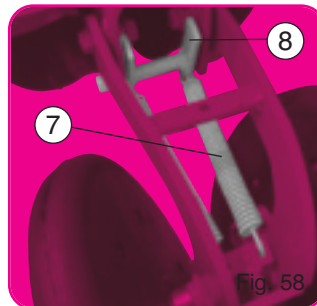

Fig. 58
- Démontez le bloc arrière, désolidariser les ressorts ⑦ et supprimer l'entretoise en H ⑧ (fig. 58).
- Desmontar el bloque trasero, soltar los muelles ⑦ y suprimir traviesa en H ⑧ (fig. 58).
- Remove the rear unit, separate the springs ⑦ and remove the H spacer ⑧ (fig. 58).